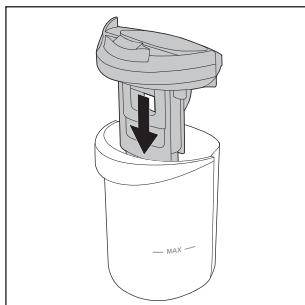

Abb. 29
- ♦ Setzen Sie den Deckel des Schmutzwasserbehälters **9** wieder auf den Schmutzwasserbehälter **2** (siehe Abb. 29).